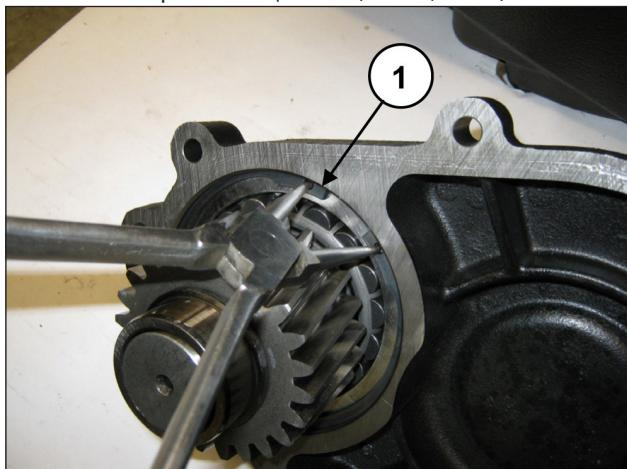

Рис. 7
Снимите стопорное кольцо Ø120 (поз. ①, Рис. 7).